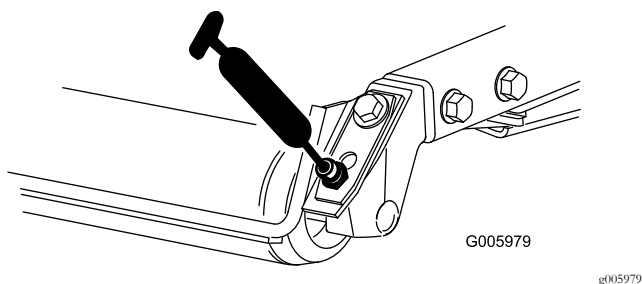

Рисунок 37
- Подшипники задних валков (по 2 шт. на каждой деке газонокосилки), как показано на Рисунок 37.